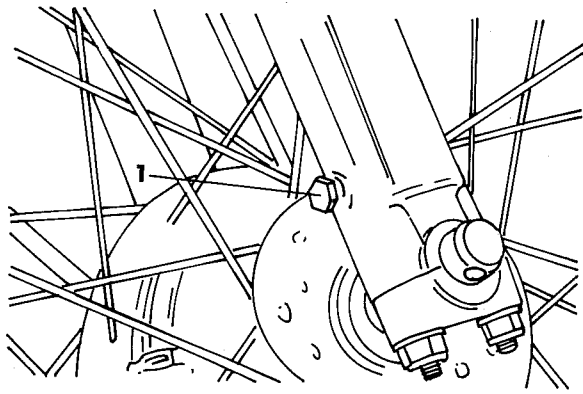

Bild 19
- Auffanggefäße unterstellen und die Ablassschrauben («1» in Bild 19) an beiden äusseren Rohren entfernen.